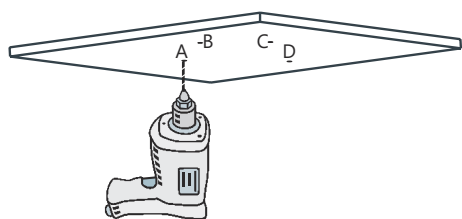

Fig. 7
1. ➤ Borra hål vid punkterna A, B, C och D med Ø10mm borrh (Fig. 7).